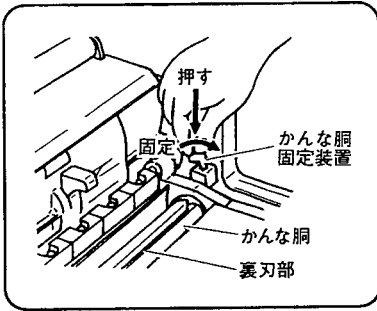

図 20
(3) かな胴回転用つまみをまわし、自動かな部のかんな刃の刃先(図 20 参照)を上側にします。
(4) かな胴固定装置のレバーを指先で押し、右(図中固定側)にまわしてかな胴を固定します。(図 20)